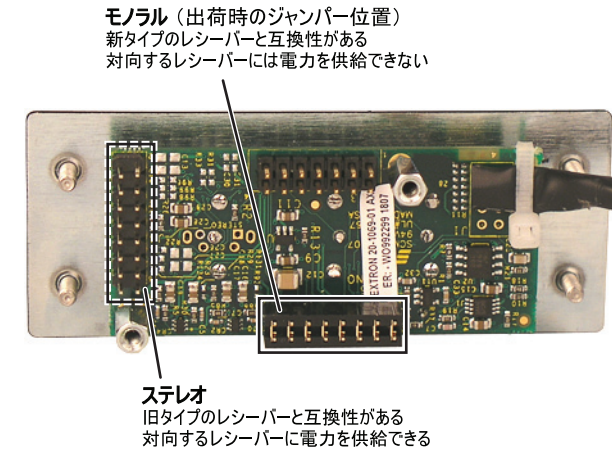

図 2-7 音声ボードのジャンパー位置
4. ビデオボード上にあるジャンパーブロックの場所を確認します。図 2-7 を参照してください。ジャンパー設定を変更します。